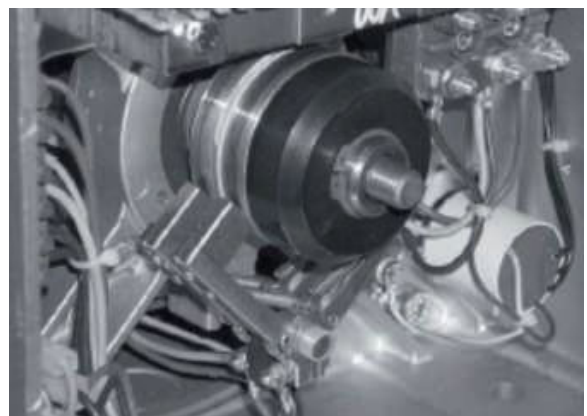

Abb.7-2: Bürste
- Bei den Generatoren PTO 27 TA und PTO 38 TA (Abb. 7-2(1)) müssen die Bürsten mindestens 10 mm aus dem Bürstenhalter herausragen.
- Beim Generator PTO 18 TA (Abb. 7-2(2)) die Muttern abschrauben und den Bürstenhalter entfernen; die Bürsten müssen mindestens 4 mm herausragen.
①
②